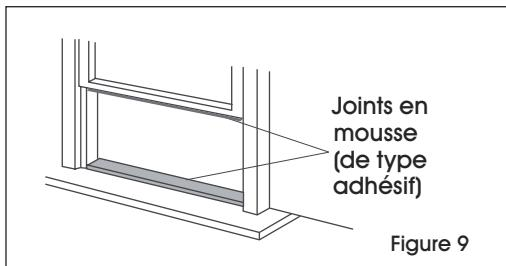
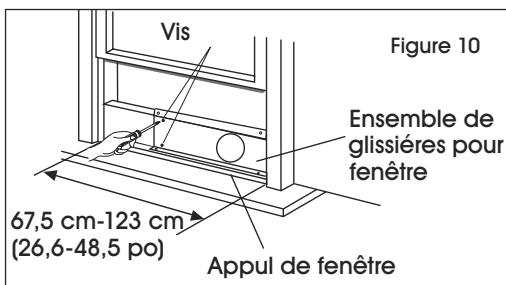

Figure 9
Figure 10
- Coupez les joints en mousse adhésive aux longueurs appropriées et fixez-les à la fenêtre et à l'appui de fenêtre. (Voir Figure 9)
- Ouvrez le châssis inférieur et placez l'ensemble de glissières pour fenêtre sur l'appui de fenêtre. (Voir Figure 9) Réglez la longueur des glissières pour fenêtre en fonction de la largeur de la fenêtre. Vissez les deux vis sur les glissières pour fenêtre. (Voir Figure 10)